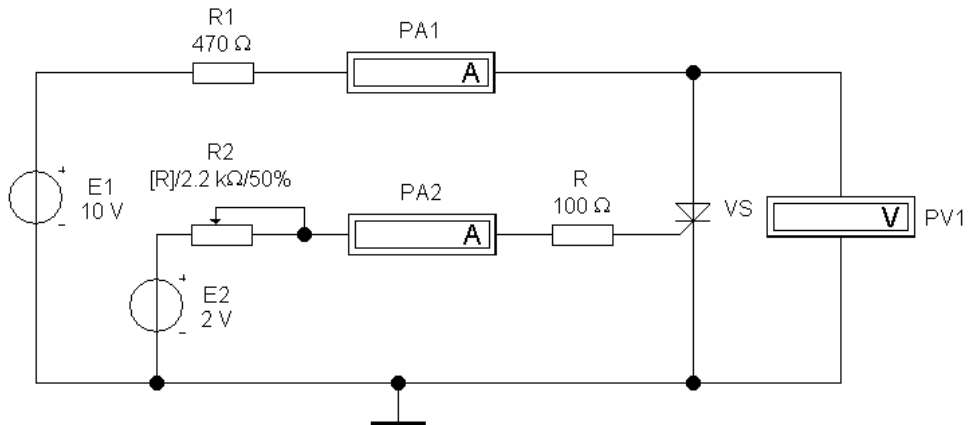

Рисунок 3 – Схема для зняття ВАХ тріодного тиристора
2.1 Запустити програму EWB. В меню обрати схему (рис. 3).